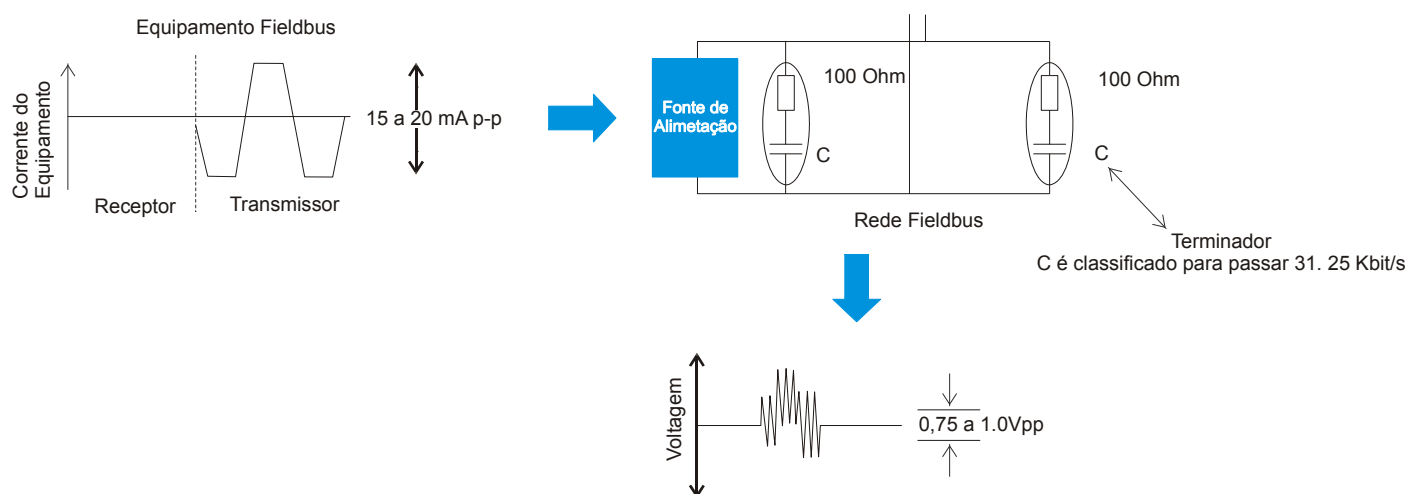

Figura 1.4 – Exemplo de sinal Fieldbus em modo tensão 31,25 kbps
A transmissão de um equipamento fornece 10 mA a 31,25 kbit/s em uma carga equivalente a 50 Ω , criando um sinal de tensão modulado de 750 mV a 1.0 V pico a pico. A fonte de alimentação pode fornecer de 9 a 32 Vdc, porém em aplicações seguras (IS) devem atender os requisitos das barreiras de segurança intrínseca. Veja Figura 1.4.